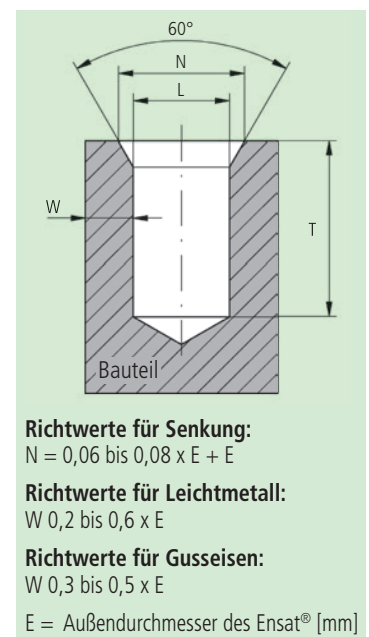

Bild 6
Ein Ansenken (N) der Bohrung (Bild 6) wird empfohlen um:
Der kleinste noch zulässige Kanten-Abstand W (Bild 6) hängt von der Elastizität des Werkstoffs ab, in den der Ensat® eingedreht wird.